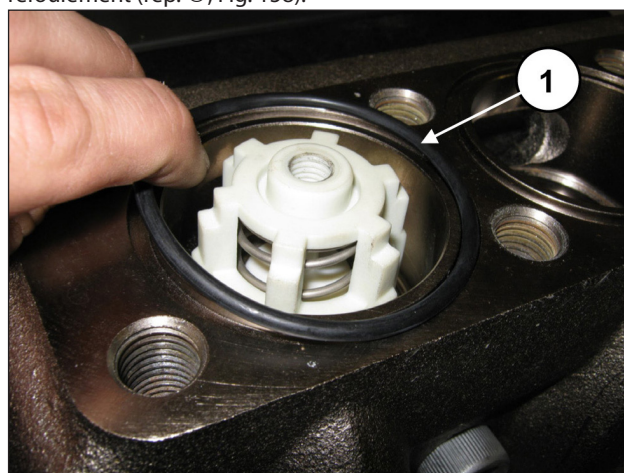

Fig. 158
Appliquer le joint torique à l'avant des soupapes de refoulement (rep. ①, Fig. 158).